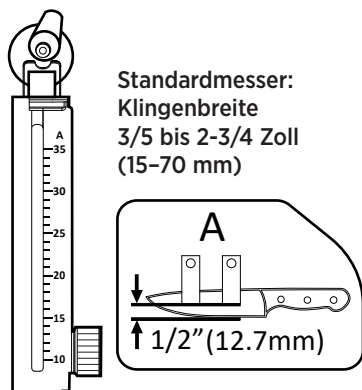

Fig. 6
1. Standardmesser: Für Klingen mit einer Breite von 3/5 bis 2-3/4 Zoll (15–70 mm) verwenden Sie die A-Montageposition, wie auf dem Basisschild angegeben. Der Schleifwinkelbereich beträgt 10°–35° (Siehe Fig. 6).